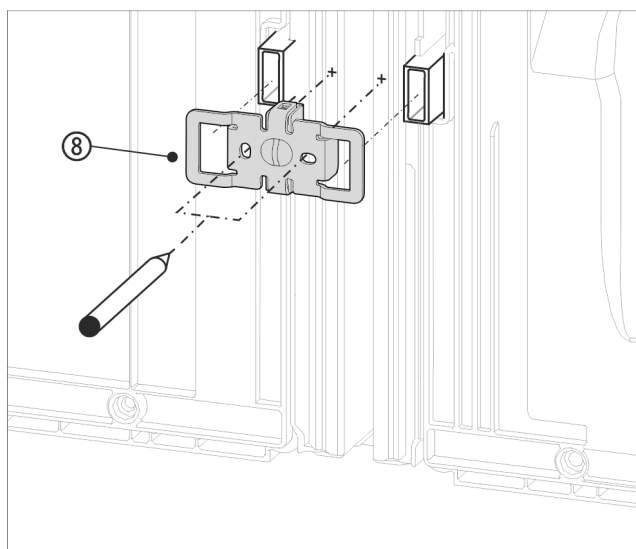

Fig. 16 Príklad zobrazenia
- ▶ Uholník Fig. 16 (8) s vybratými posuňte nad uchytenie pre dištančné držiaky na stenu.